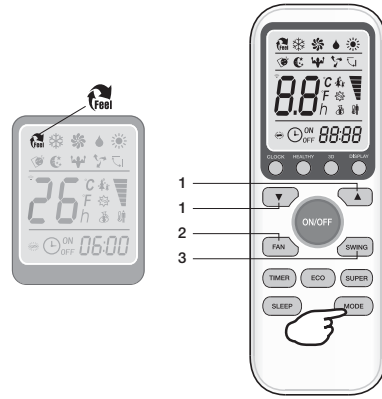

Рис. 13
Для оптимизации работы системы настройте температуру (только в пределах $\pm 2^{\circ}\text{C}$) (1), скорость (2) и направление воздушного потока (3) нажатием указанных кнопок (рис. 13).